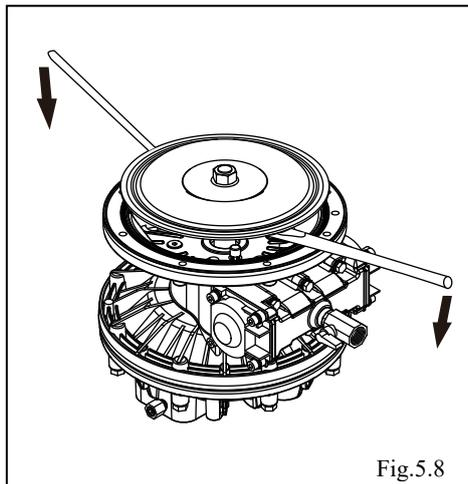

Fig.5.8
- 单边拉出隔膜，在Fig.5.8的状态下安装外壳。
- 在内侧的中盘处插入撬杠，向相反方向拉，使隔膜反转。〈Fig.5.8、5.9〉